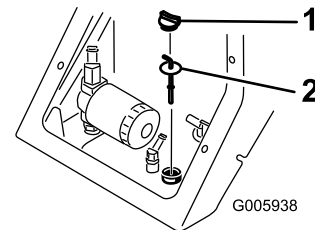

Bild 40
4. Reinigen Sie den Bereich um den Füllstutzen des Hydraulikbehälter (**Bild 40**).
5. Nehmen Sie den Deckel des Füllstutzens ab und prüfen Sie den Ölstand am Peilstab (**Bild 40**).